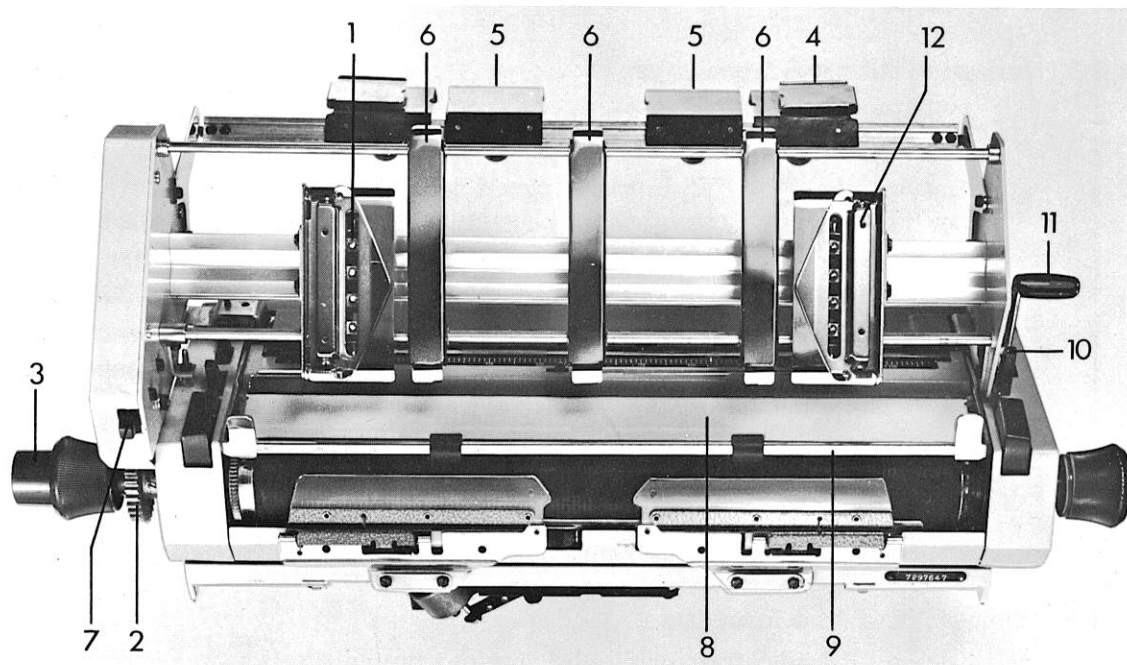

Abb. 7 EFS-Einrichtung
Für den **Papiertransport** ist die EFS mit einer Stacheltransporteinrichtung ausgerüstet, welche aus zwei parallel und zueinander synchron laufenden Stachelbändern, den Traktoren, besteht (siehe Abb. 7).
4.8.2 Aufbau des EFS (Abb. 7)